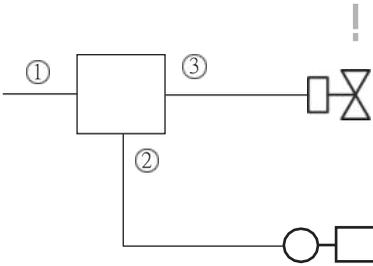

Рисунок 7.6
Объясняя немного подробно, что невозможно подключить измерительный прибор (2), значение процесса, непосредственно к исполнительному механизму (3), нам нужен контроллер между ними (рис.7.6). Требуется устройство, регулирующее уровни сигнала и адаптирующее их к характеристике конкретного привода, а также требуемое значение (1):